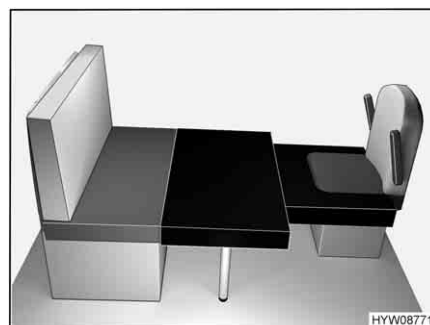

Fig. 49 Dopo la trasformazione
- Posizionare il cuscino aggiuntivo rettangolare davanti al cuscino del sedile del divano, sul tavolo, come illustrato nella Fig. 49.